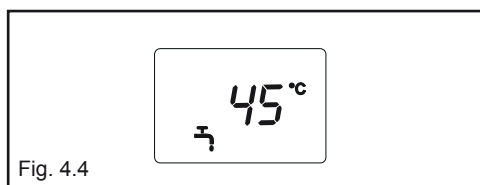
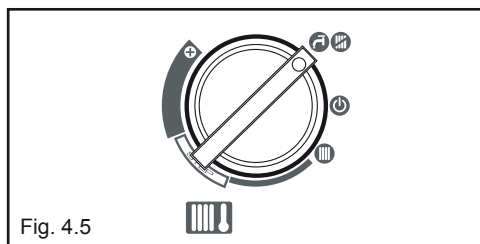

Fig. 4.4
Fig. 4.5
Il display (5) indica la temperatura dell'acqua sanitaria (fig. 4.4).
Estate: ruotando il selettore di funzione sul simbolo estate  (fig. 4.5) si attiva la funzione tradizionale di **solo acqua calda sanitaria**. In caso di richiesta di acqua calda sanitaria, la caldaia si accende e il led di segnalazione di stato caldaia si illumina verde fisso. Il visualizzatore digitale indica la temperatura dell'acqua sanitaria (fig. 4.4).